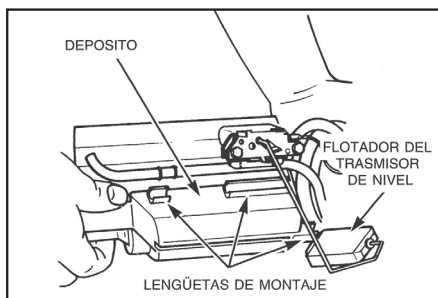
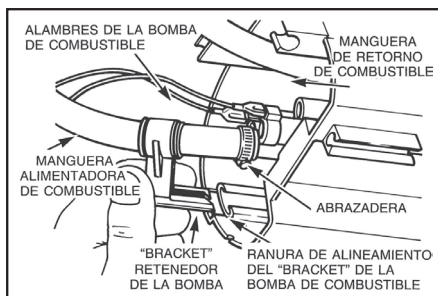

figura 2
figura 3
- A) Sosteniendo firmemente la parte inferior del tubo espiral de drenado, desenganchar el módulo de depósito de la tubería teniendo cuidado de no dañar el transmisor de nivel (Ver figura 2), levemente mover el depósito de la tubería espiral y desenganchaar el "BRACKET" retenedor de la bomba (Ver figura 3) del módulo de depósito. Mover el módulo de depósito hacia un lado para deslizar la bomba hacia afuera de este cuidando de no dañar el alambrado de la transmisor de nivel en este proceso.